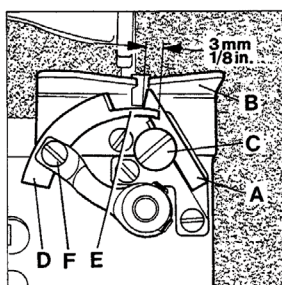

Fig.11
Set the fixed knife (A, Fig. 11) so that its tip sits close to the underside of the throat plate (B). For adjustment loosen screw (C) and move knife up or down in its holder as required. Retighten screw.
Set the moving knife (D, Fig. 11) so that it just clears below the throat plate underside on its entire arc of travel. In the most open position of the knives the pilot (E) should overlap the fixed knife by 3 mm (1/8"). In cutting position of the knives the cutting edge of the moving knife should overlap the cutting edge of the fixed knife at least 1 mm (3/64"). For adjusting moving knife loosen screw (F) and set knife as required. Retighten screw.
Stellen Sie das feststehende Messer (A, Fig. 11) so, daß seine Spitze an der Stichplattenunterseite (B) anliegt. Zum Einstellen lösen Sie die Schraube (C) und schieben das Messer im Halter nach Bedarf nach oben oder unten. Ziehen Sie die Schraube wieder an.
Stellen Sie das bewegliche Messer (D, Fig. 11) so, daß es innerhalb seiner Schwingbewegung unter der Stichplattenunterseite gerade freigeht. Der Führungszapfen (E) soll in der am weitesten geöffneten Stellung der Messer das feststehende Messer 3 mm überlappen. In Schneidstellung muß die Schneide des beweglichen Messers mindestens 1 mm überlappen. Zum Einstellen des beweglichen Messers lösen Sie die Schraube (F) und stellen das Messer entsprechend ein. Ziehen Sie die Schraube wieder an.